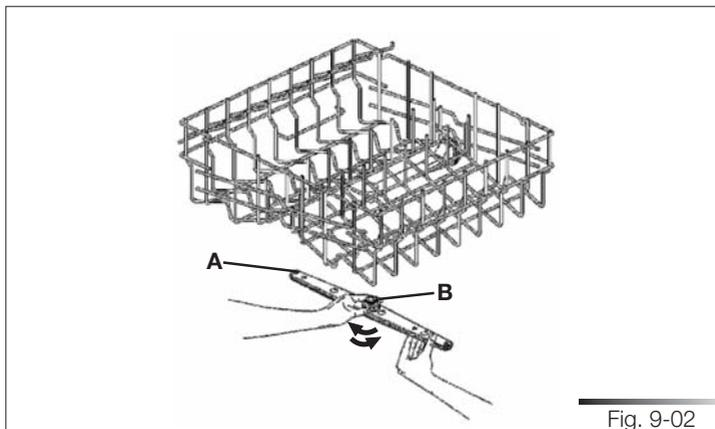

Fig. 9-02
- Para retirar la tobera de rociado **superior** (ref. A fig. 9-02) desenrosque la virola de retención (ref. B fig. 9-02) en sentido horario. Una vez efectuada la limpieza, vuelva a instalar la tobera de rociado situándola en su lugar y enroscando la virola de retención en sentido antihorario.